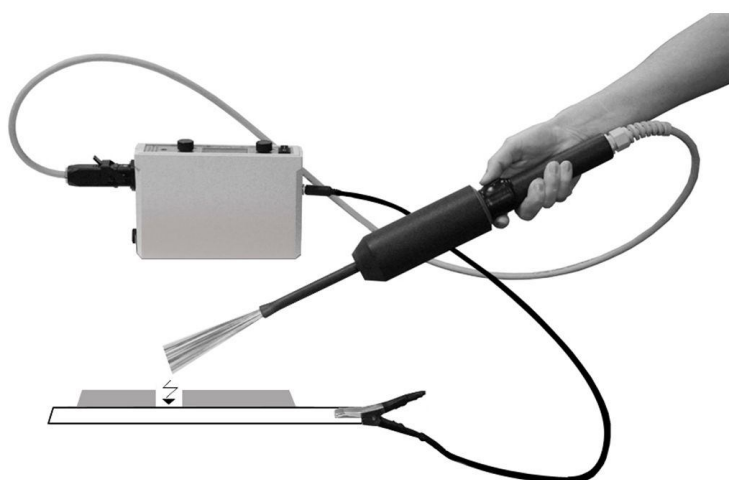

Рис.2 Подключение прибора при проведении контроля
**5.1.** Принцип действия прибора основан на электрическом пробое (искровом разряде) воздушных промежутков между приложенным к поверхности покрытия трубопровода электродом, подключенным к одному полюсу источника испытательного напряжения (выход высоковольтного трансформатора-держателя), и металлической конструкцией, к которой подключен второй полюс указанного источника испытательного напряжения (разъем заземления блока контроля) непосредственно (разъемом «крокодил» или магнитом) или через грунт при помощи штыря - заземлителя и провода заземления (рис. 2).